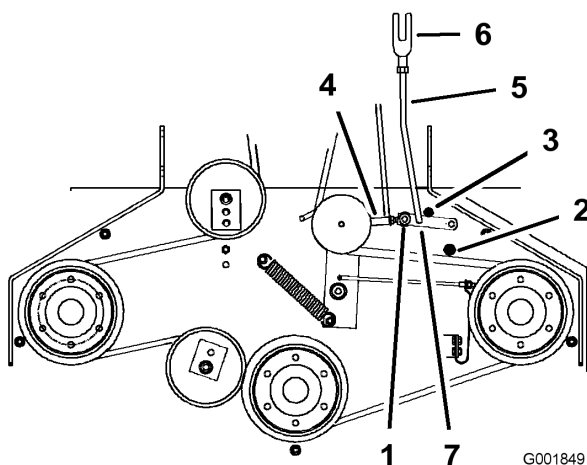

Figura 43
5. Asegúrese de que el brazo está en contacto con el tope trasero del brazo de la plataforma (Figura 43).
7. El brazo debe entrar en contacto con el tope delantero del brazo de la plataforma. Si no lo hace, la palanca acodada debe acercarse más al refuerzo (Figura 43).
8. Para ajustar el acoplamiento del brazo, retire el pasador de horquilla del brazo (Figura 43).
11. Instale el acoplamiento en el brazo y sujételo con el pasador de horquilla (Figura 43).